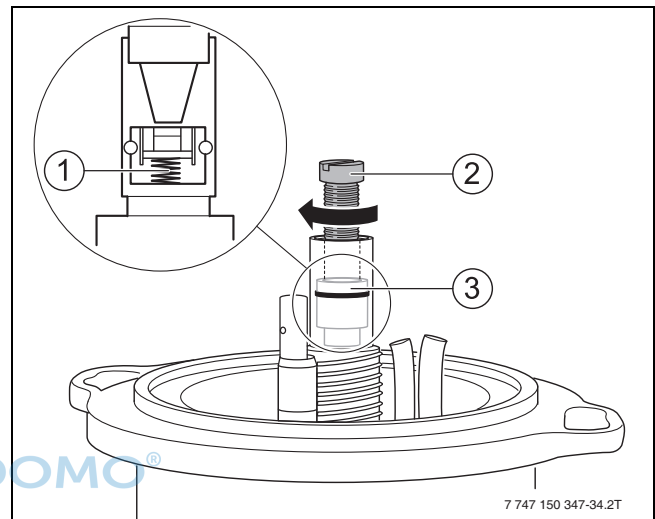

Bild 38 Abschlussventil austauschen
- Schraube M5 x 50 (→ Bild 38, [2]) einschrauben.
- Abschlussventil herausziehen (→ Bild 38, [3]).